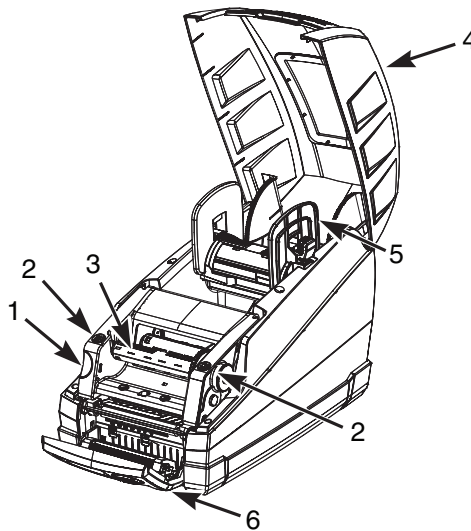
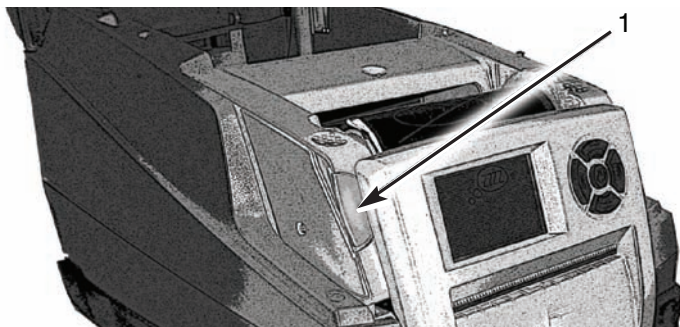
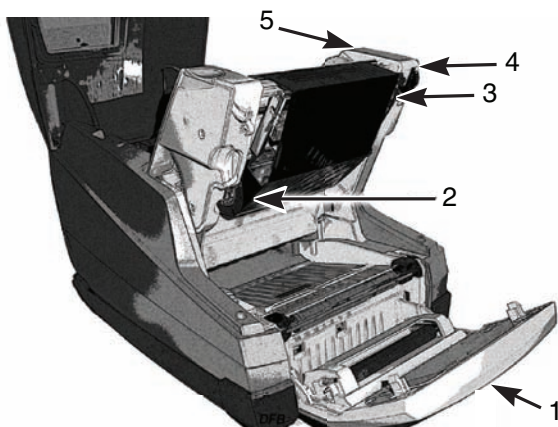
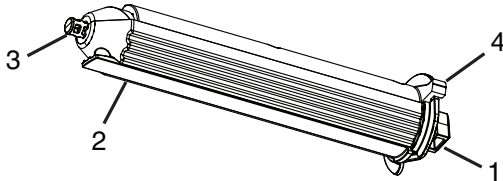

Figure 11, Imprimante Brady IP
Figure 12, Bouton d'ouverture du module d'impression
Figure 13, Chargement du ruban
Figure 14, Bobine enrouleuse de ruban
- Ouvrez le capot de l'imprimante Brady IP (**Figure 11, 4**).
1. Ouvrez la trappe (**Figure 11, 4**) et appuyez sur le bouton vert d'ouverture du module d'impression (**Figure 12, 1**) pour ouvrir le panneau de contrôle (**Figure 13, 1**).
2. Lever le module d'impression (**Figure 13, 4**).
3. Positionnez le bout carré de la nouvelle bobine de ruban dans le cran carré situé sur le côté droit de l'imprimante, poussez la bobine légèrement vers la droite et glissez l'autre bout de la bobine vers le cran (**Figure 13, 2**) sur le côté gauche de l'imprimante.
4. Amenez la fin du ruban vers l'avant et au dessus de la tête d'impression (**Figure 13, 3**) vers la bobine enrouleuse du ruban (**Figure 14**).
Pour remplacer la bobine enrouleuse de ruban, positionnez le bout carré (**Figure 14, 1**) de la bobine dans l'encoche carré sur le côté droit de l'imprimante, poussez la bobine légèrement vers la droite et glissez l'autre bout de la bobine dans l'encoche sur le côté gauche de l'imprimante.
5. Glissez le bout du ruban sous la patte maintenant le ruban vers le bas (**Figure 14, 2**) de manière à ce qu'environ 2 pouces (50.8 mm) dépassent de la patte.
6. Tournez la roue d'ajustement (**Figure 13, 5**) de quelques tours pour vous assurer que le ruban ne sortira pas de la patte maintenant le ruban vers le bas. Le ruban ne doit pas être serré et lissé tout contre la tête d'impression.
NOTE: Pour retirer le ruban de la bobine de ruban enrouleuse, appuyez et tenez le levier à pouce (**Figure 14, 4**) pour comprimer la bobine et glissez le ruban hors de la bobine.
7. Pressez avec le pouce sur les points fermés (**Figure 11, 2**) sur les deux côtés du module d'impression jusqu'à ce qu'il s'enclenche parfaitement en place. Une fois le module d'impression enclenché en place, souvez le panneau de contrôle et refermez le en position fermée.
8. Fermez la trappe de l'imprimante (**Figure 11, 4**).